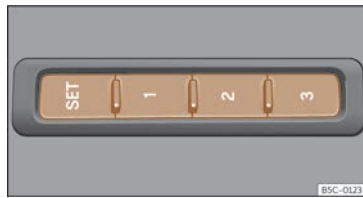

Fig. 103 Sur le côté extérieur du siège conducteur : touches de mémoire.
• Appuyez sur la touche **SET** pendant plus de 1 seconde >>> **fig. 103**.